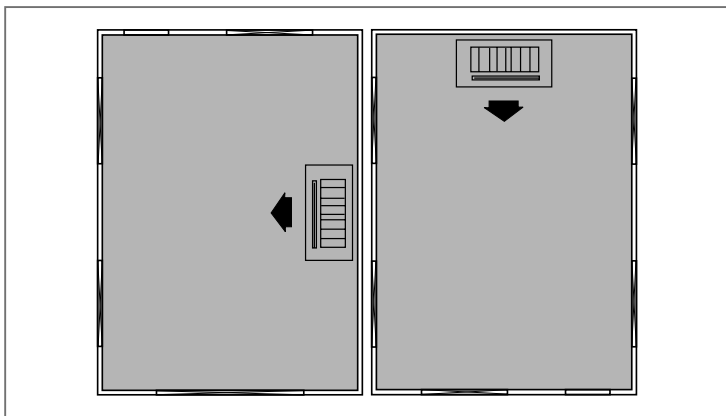

FIG. 11 - SAÍDA DE INSUFLAMENTO E POSIÇÃO DA UN. EVAPORADORA NO AMBIENTE
- i. Procure instalar a unidade próxima a uma parede e em posição mais centralizada no ambiente (fig. 11), obtendo assim a melhor distribuição de ar; porém, caso haja necessidade, esta pode ser instalada em um dos cantos.